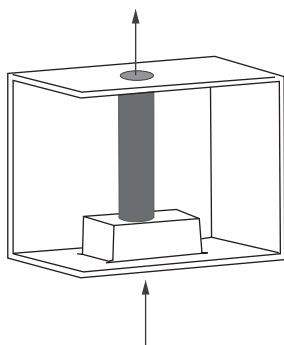

Рис. 10
- независимо от выбора режима отвода воздуха необходимо соединить выходное отверстие вытяжки через переходной фланец с гибким воздуховодом и вывести воздух сквозь шкафчик вверх (режим рециркуляции) или подсоединить к вентиляционной шахте (режим отвода воздуха в вентиляционную шахту) (см. рис. 10).